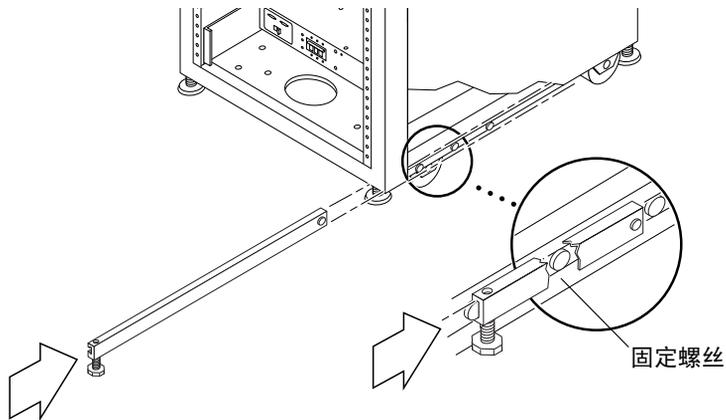

图 2-2 安装右稳定支脚
2. 将右稳定支脚滑过扩充机柜底部的三颗固定螺丝（图 2-2），然后将它完全伸出。